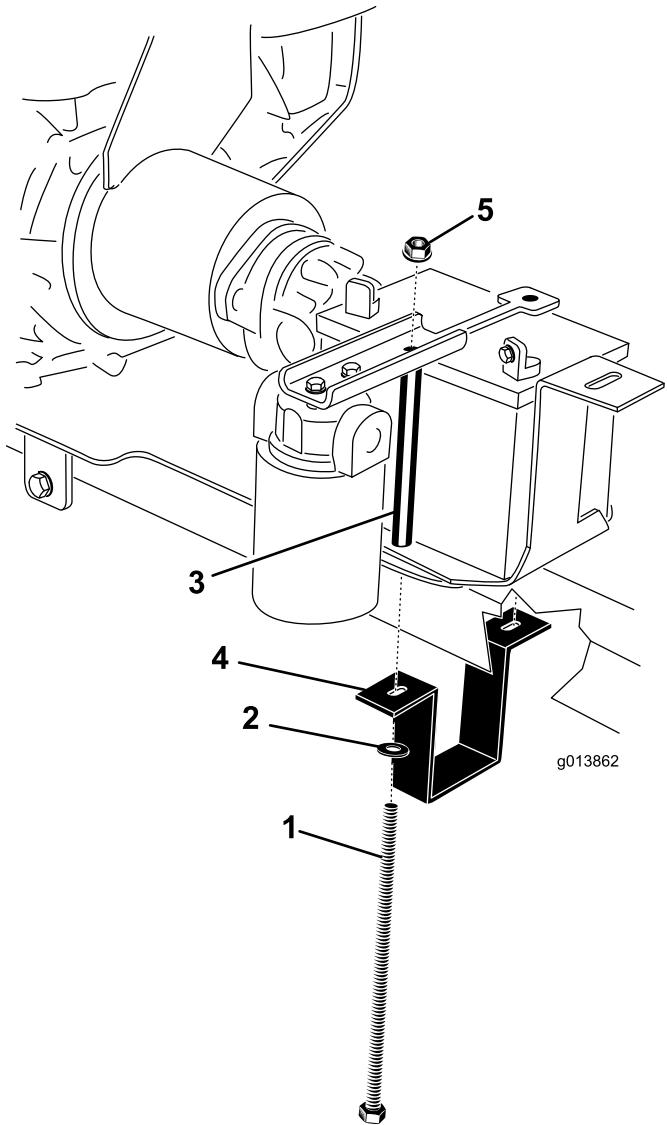

図 8
21. エンジン取り付けブラケットを調整して、このブラケットがヒッチに対してしっかりと取り付くようにする。エンジン取り付けブラケットをエンジン取り付けプレートに固定しているボルト2本をしっかりと締め付ける(図8)。
23. バッテリートレイにバッテリーを載せる；端子が図8のようになるように載せること。
24. バッテリーにバッテリー押さえを取り付ける(図8)。
25. バッテリー取り付け用ストラップを、ヒッチチューブの下に保持する(図8)。
26. 右側では、ワッシャ、バッテリー押さえストラップ、エンジン取り付けプレート、バッテリートレイ、バッテリー押さえを貫通させて、バッテリーボルトを取り付ける。そしてフランジナットで仮止めする(図8)。
27. 左側では、ワッシャ、バッテリー押さえストラップ、エンジン取り付けプレート、バッテリートレイ、バッテリー押さえを貫通させて、ボルトを取り付ける。そしてフランジナットで仮止めする(図8)。